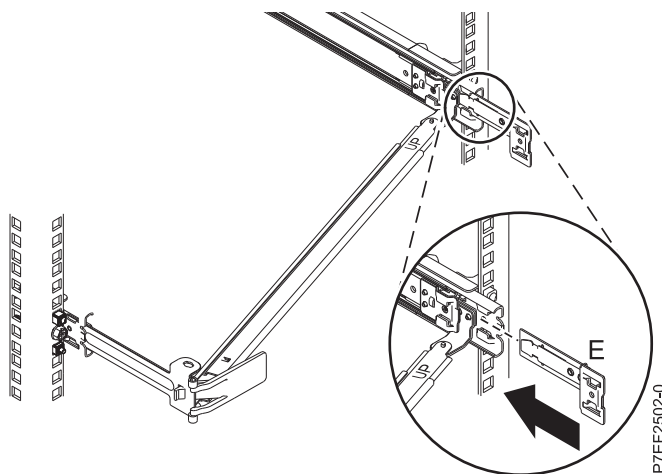

Figura 13. Colocación de la pieza de extensión en el riel deslizante
5. Deslice la abrazadera de extensión (**E**) en el riel deslizante derecho hasta que la patilla accionada por resorte quede encajada en su sitio. Para obtener más de talles, consulte Figura 13.